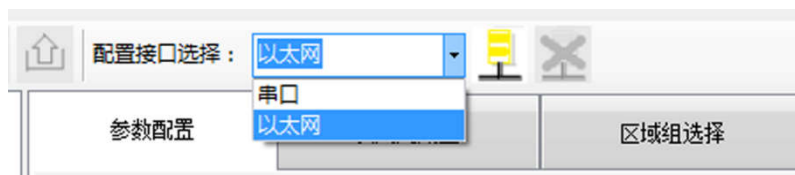

图 3.1.15 通信模式选择
(1) 点击配置接口选择的下拉窗口，选取以太网，如图 3.1.15。